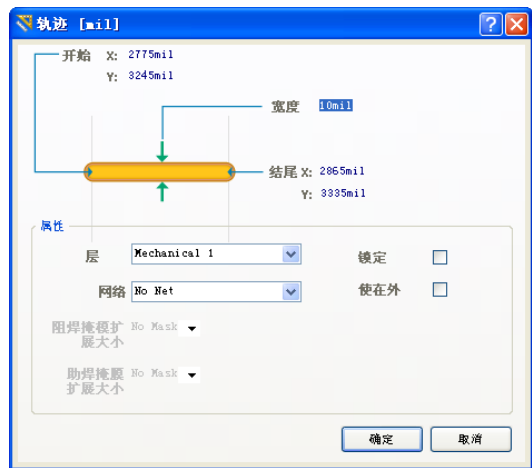

图 7-15 设置边框线
Step5 设置边框线属性。双击任一边框线即可弹出该边框线的设置对话框, 如图 7-15 所示。为了确保 PCB 图中边框线为封闭状态, 可以在该对话框中对线的起始和结束点进行设置, 使一段边框线的终点为下一段边框线的起点。其主要选项的含义如下: